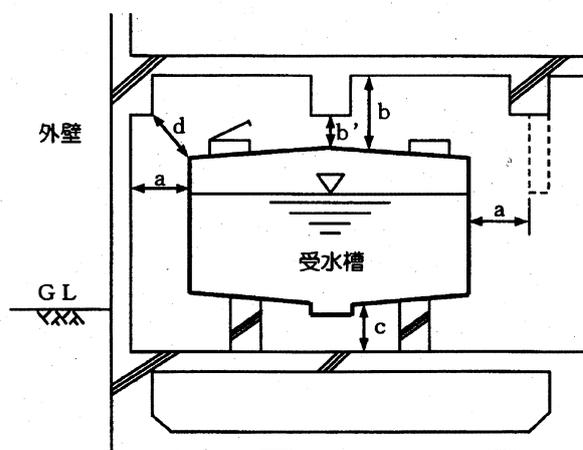

図5-1 受水槽設置例
- ① 受水槽は、明るく、換気がよく、管理の容易な場所に設置することとし、し尿浄化槽、汚水枡、薬品貯蔵施設等衛生上有害物を貯留し、または処理を行う施設とは、必要な空間を確保すること。
- ② 受水槽の天井、底又は周壁の外部から容易、かつ安全にできるように水槽の形状が直方体である場合、6面全ての表面と建築物の他の部分との間に、上部を100cm、その他は60cm以上の空間を確保すること。(図5-1)
- ③ 配水管より低い位置に受水槽を設置する場合は、副受水槽を設けたり、給水管を一度地上に立ち上げ、空気弁を設置する等、維持管理に支障のない措置を講じること。
- ④ 受水槽は、関係者以外の者が容易に立ち入れない場所に設置すること。